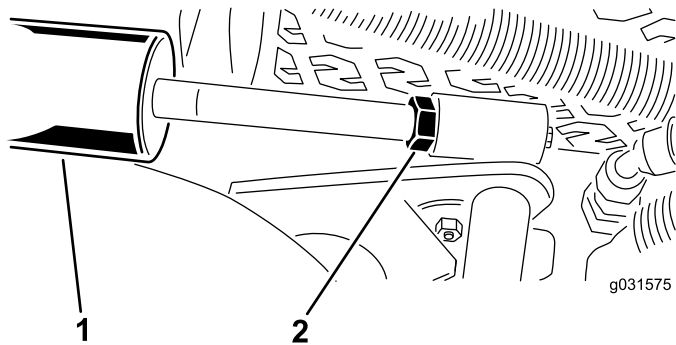

Figura 16
- A. Baje las unidades de corte y afloje la contratuerca del cilindro (Figura 16).